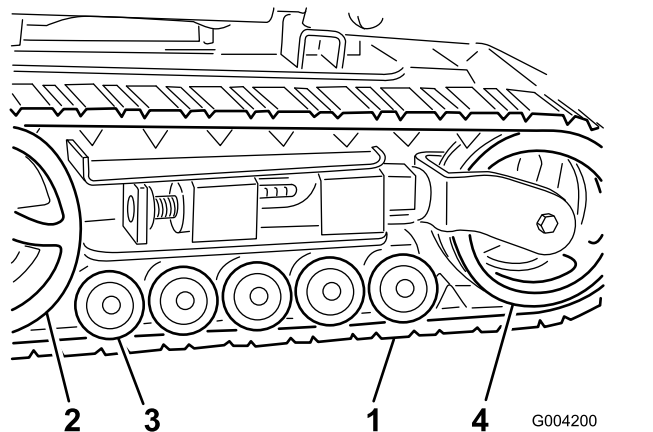

Figura 45
**Importante:** Assicurarsi di pulire a fondo le ruote non motrici, la ruota di tensione e la ruota conduttrice (Figura 45). Quando sono pulite, le ruote non motrici devono girare liberamente.